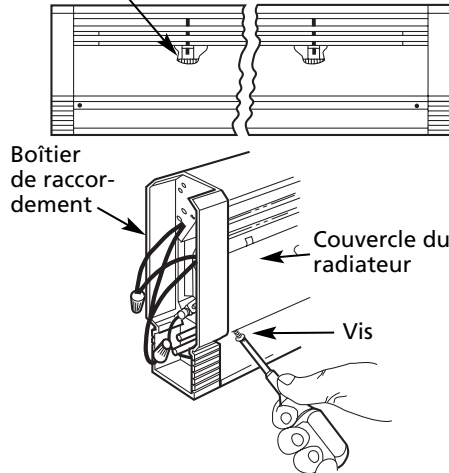

Figure 5 - Retrait du couvercle avant
4. Enlever le couvercle avant du radiateur en dévissant les vis des coins inférieurs. Tirer le fond du couvercle vers l'extérieur et soulever le dessus du couvercle pour le retirer du boîtier de raccordement. Répéter pour l'extrémité opposée. Retirer le dessus du couvercle du support central et des supports intermédiaires. Voir la Figure 5.
**REMARQUE :** Si un aspirateur ne peut être utilisé, il pourrait être nécessaire d'enlever le couvercle avant pour avoir accès. Dans ce cas, couper l'alimentation électrique au radiateur et suivre les étapes indiquées à la Figure 5. Veiller à ne pas endommager les ailettes de l'élément chauffant.